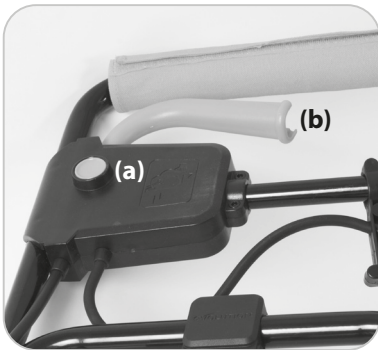

Abb. 12
- Drücken Sie die Sicherheitsverriegelungstaste (a) und ziehen Sie den Hebel (b), um die Maschine zu starten. (**Abb. 12**)